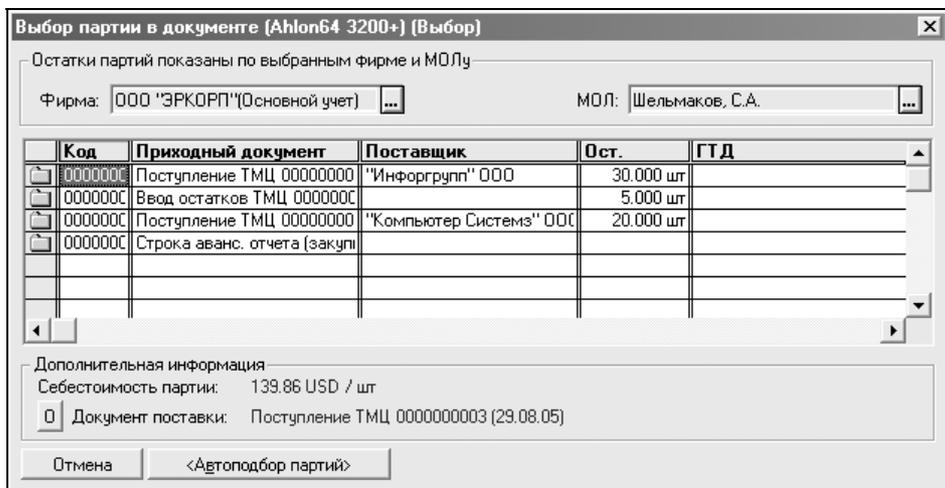

Рис. 6.54. Диалоговое окно **Выбор партии в документе**
- При автоматическом подборе партий программа следит за тем, чтобы оформлялся возврат только того товара, который ранее принимался у данного комитента на комиссию и еще не реализован. Двойным щелчком мыши в колонке **Партия** открывается диалоговое окно выбора партии ТМЦ (рис. 6.54).
2. В диалоговом окне **Выбор партии в документе** (см. рис. 6.54) можно выполнить следующее.